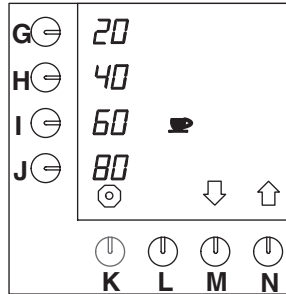

Fig. 25 Wijzigen voorgeprogrammeerde keuzetoetsen voor kopjes
- Druk op selectietoets (N.)↑ tot fig. 25 in het display verschijnt.